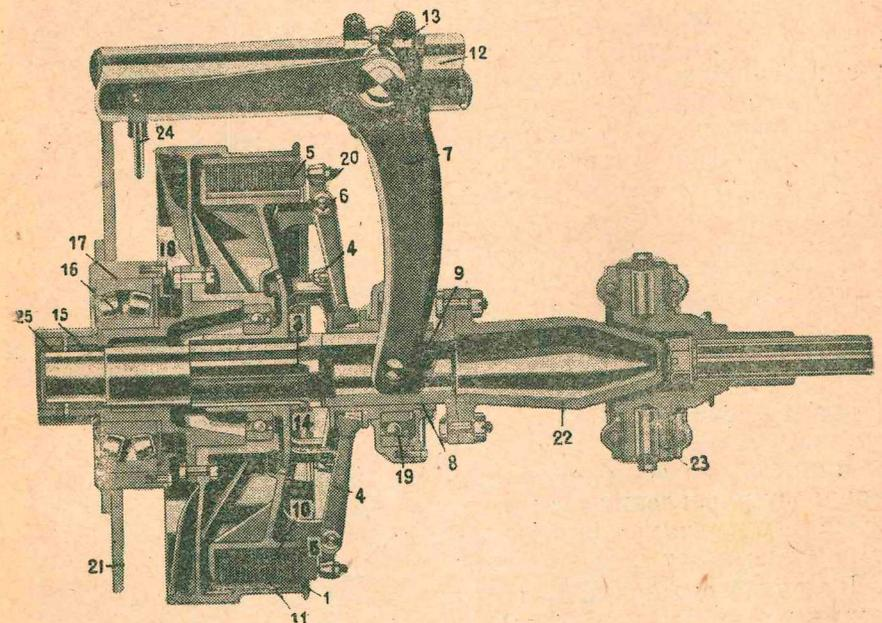

Рис. 52. Бортовой фрикцион.
Устройство кардана следующее (рис. 52): на поперечном валу коробки передач насажена на шлицах и закреплена от продольных перемещений гайкой карданная вилка (23), имеющая два шипа. Карданный вал (22) имеет также два шипа. Таким образом получается всего четыре шипа, расположенных через 90° один от другого; эти шипы охватываются обоймой, состоящей из двух половин, которые свертываются между собою болтами. Следовательно, усилие от поперечного вала коробки передач будет передаваться последовательно через карданную вилку и соединительную обойму на карданный вал. Одновременно с передачей вращательного движения валы могут иметь угловое качательное движение один относительно другого. Так как при работе кардана шипы имеют перемещение в соединительной обойме, то для уменьшения трения
Нажимная муфта (8) (рис. 52) состоит из стальной втулки, опорного однорядного подшипника, насаженного на втулке корпуса, крышки подшипника и двух стальных колец.
#### 4. Назначение и устройство конечной передачи. (рис. 52).